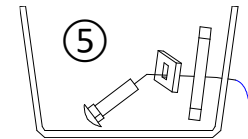

Figure 4
- Acheminer le boulon de carrosserie ① et l'espaceur ② à travers les ouvertures des longerons à l'aide de fils de tirage ⑤. Tirer les fils à travers les fentes du support en premier puis à travers les trous des longerons, comme illustré à la Figure 4. Enlever les fils de tirage et poser lâchement des rondelles coniques ③ et un écrou hexagonal ④ sur l'attelage.